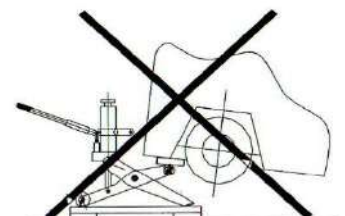

Рисунок 7.
- Не используйте какие-либо «временные опоры» под домкратом и/или на подъемной площадке. Домкрат должен всегда оставаться в контакте с полом, а подъемная площадка и/или зубчатая накладка всегда соприкасаться с погрузчиком (см рисунок 7). Держите руки, ноги и другие части тела подальше от ножиц подъемного механизма.